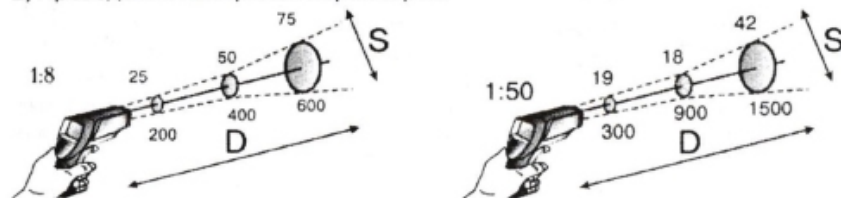

рис. 7
- для точного измерения температуры размеры объекта должны превышать размер пятна контроля прибора (рис.6). Диаграммы полей зрения пирометров приведены на рис. 7.